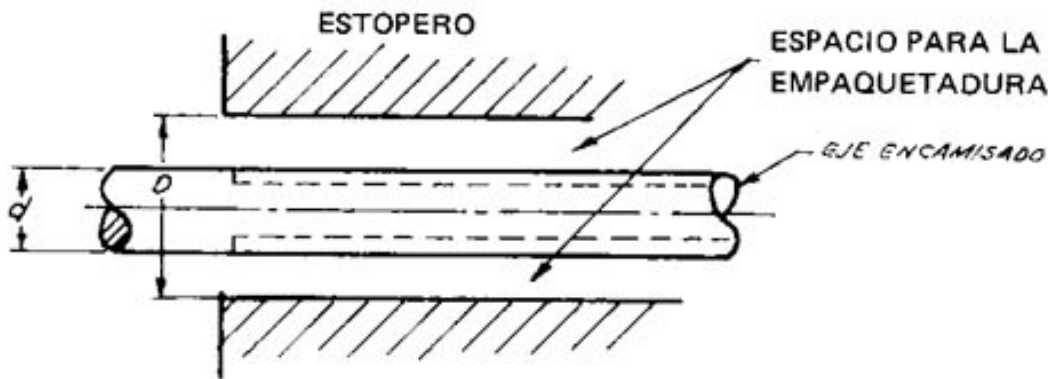

Figura 36
4. Paso: Determine la dimensión de la empaquetadura. Figura 36
- a. Mida la caja del estopero (D)